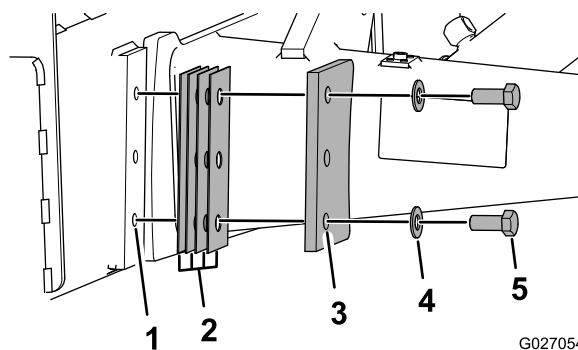
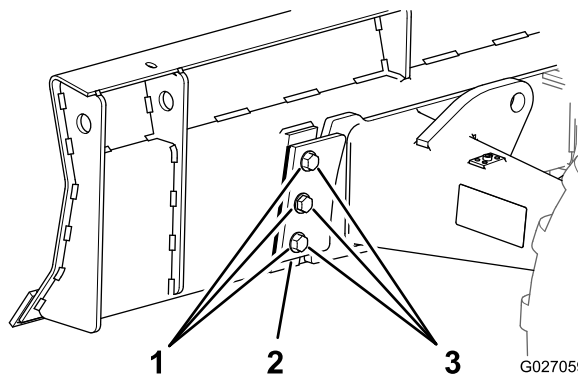

Figure 36
Figure 37
A. Retirez les boulons et rondelles (Figure 36).
B. Ajoutez une cale de maintien entre la plaque fileté de la lame de remblayage et la plaque de maintien (Figure 36).
C. Assemblez la plaque de maintien, les boulons et les rondelles et serrez-les à la main (Figure 36).
8. Fixez la lame de remblayage sur la plaque de montage de chaque côté de la machine au moyen des 2 plaques de maintien, de 6 boulons (5/8 x 1-1/2 po), 6 rondelles (5/8 po) et des cales (Figure 36 et Figure 37) que vous avez sélectionnées à l'opération 5.